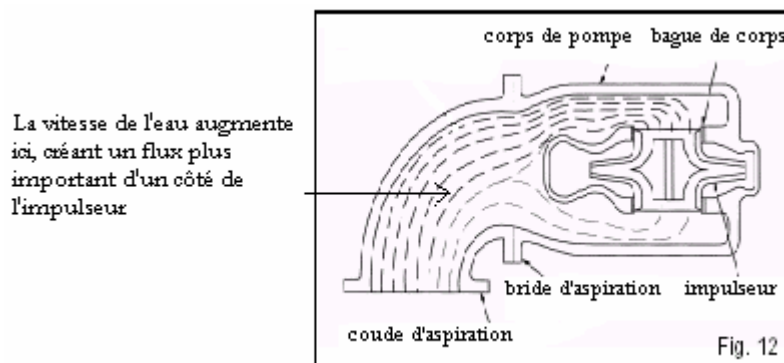

Fig. 12
*On ne doit jamais utiliser un coude directement avant l'aspiration d'une pompe à double aspiration si son plan est parallèle à l'arbre de la pompe. Ceci peut engendrer des problèmes de charge axiale excessive ou des problèmes de NPSH au niveau de la pompe en raison d'une répartition inégale du flux (Voir Fig. 12). S'il n'y a pas d'autre choix, le coude doit avoir des aubes de redressement pour la répartition égale du flux.*